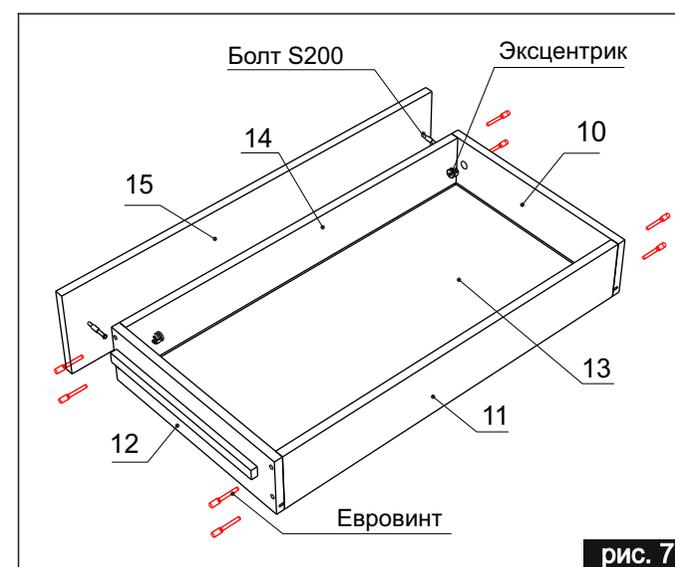

рис. 7
- 8 Совместить паз на детали 14 с дном ящика 13, закрутить евровинты (рис. 7).
рис. 7а